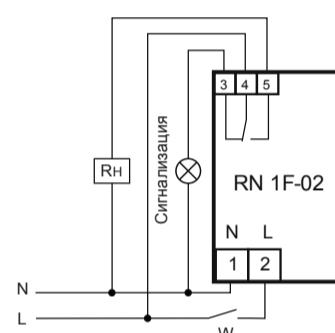

Рис. 2: схема подключения нагрузки мощностью до 2,2 кВт к устройству
7.2. Для использования изделия на нагрузку до 10A подключите нагрузку к изделию согласно рис.2. Для этого используйте одножильный или многожильный провод с двойной или усиленной изоляцией сечением, соответствующим мощности нагрузки. Заземленная нейтраль **N** подключается к контакту **1** изделия, нагрузке и сигнальному устройству (фонарь, звонок и т.д.). Фазное напряжение **L** может подаваться через выключатель **W** или напрямую и подключается к контактам **2** и **4** изделия. Кроме того, нагрузка подключается к контакту **5** изделия.